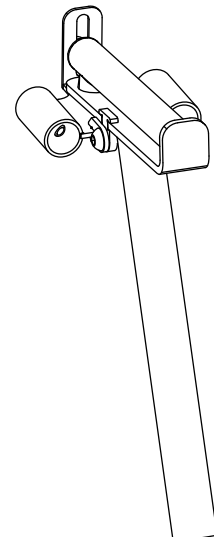

Abb. 22
- Mehrfach verstellbare Sattelstütze und verstellbare Rückenlehne Abb. 22.